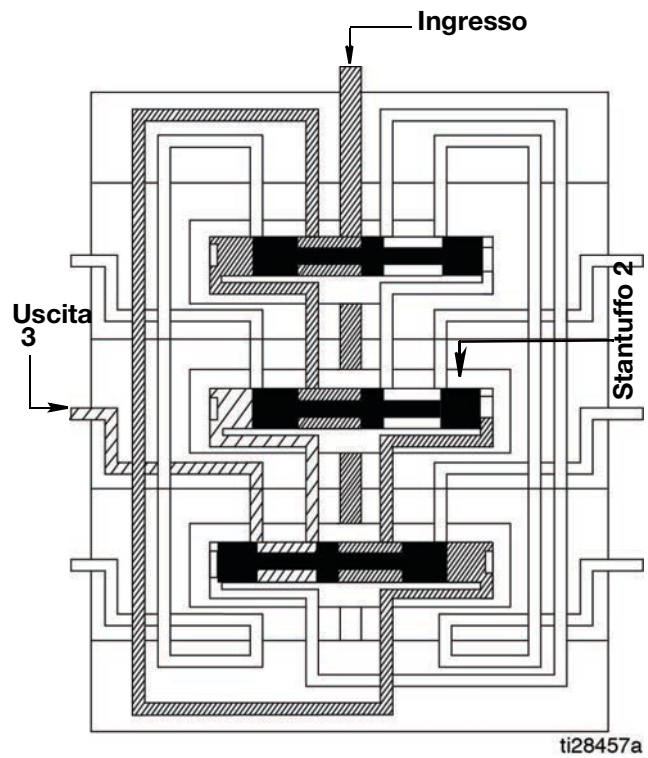

FIG. 14
2. Lo stantuffo 2 apre, erogando il lubrificante all'uscita 3 (FIG. 14).